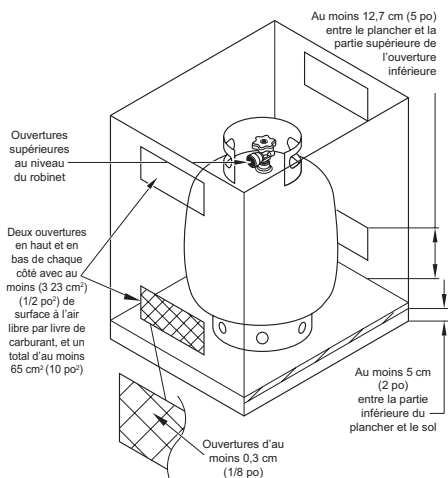

Figure 12 - Enceinte du réservoir au gaz propane/GPL
- Une enceinte doit être pourvue d'un côté ouvert ou d'au moins quatre bouches d'aération opposées, au sommet et à la base, qui répondent aux exigences minimales en matière de dimension et d'emplacement (voir figure 12).